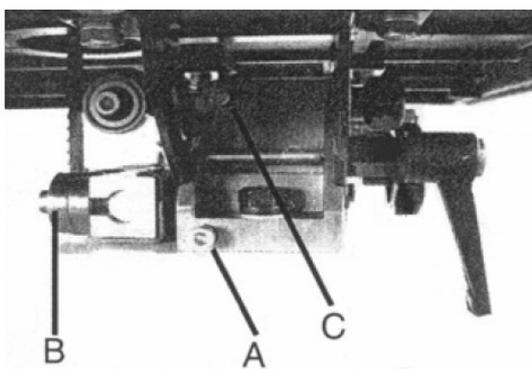

Abb. 15: Sägebandführung
Schritt 1: Lösen Sie zuerst die Schraube (Abb. 15; A) und schieben Sie die Laufrollen bis auf ca. 1,5 mm an die Sägeblattzähne heran.
Schritt 2: Klemmen Sie die Schraube (Abb. 15; A) wieder.
Schritt 3: Lösen Sie die Schrauben (Abb. 15; B) und verstellen Sie die Führungsrollen so, dass zwischen diesen und dem Sägeband ein Spalt von ca. 0,5-0,7 mm ist. Wenn der Spalt zu gering eingestellt ist, werden die Sägebänder schneller verschleifen!
Schritt 4: Klemmen Sie die Schrauben (Abb. 15; B) wieder.
Schritt 5: Lösen Sie die Schraube (Abb. 15; C) und schieben Sie die hintere Führungsrolle an den Sägebandrücken.
Schritt 6: Klemmen Sie die Schraube (Abb. 15; C) wieder.